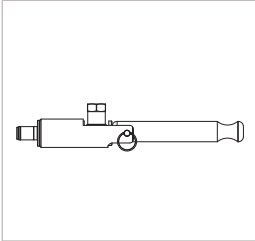

Abbildung 2
- ▶ Bringen Sie den Spannshebel (Pos. 2) in die gerade Ausgangsposition (*Abbildung 2*).